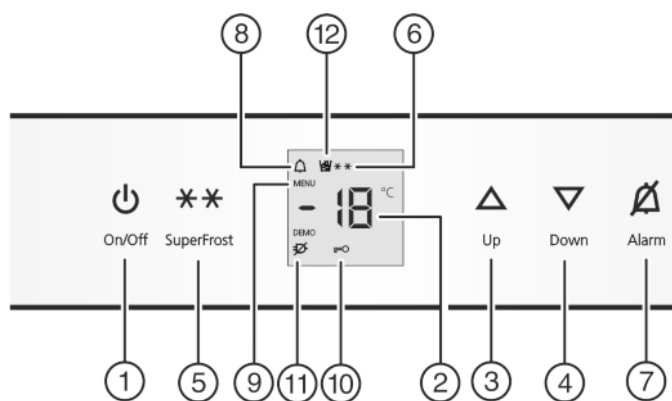

Fig. 2
- nospiediet pogu On/Off *Fig. 2 (1)*.
- Regulēšanas režīma ieslēgšana: Apmēram 5 sekundes turiet nospiestu pogu SuperFrost *Fig. 2 (5)*.
- ▷ Iedegas simbols Menu *Fig. 2 (9)*.
- Uz brīdi nospiediet pogu SuperFrost *Fig. 2 (5)*.
- Lai ieslēgtu aizslēgu pret bērnu piekļūšanu, īsi nospiediet pogu SuperFrost *Fig. 2 (5)*.
- ▷ Iedegas simbols Aizslēgs pret bērnu piekļūšanu *Fig. 2 (10)*.
- Lai izslēgtu aizslēgu pret bērnu piekļūšanu, īsi nospiediet pogu SuperFrost *Fig. 2 (5)*.
- ▷ Simbols Aizslēgs pret bērnu piekļūšanu *Fig. 2 (10)* nodziest.
- Regulēšanas režīma izslēgšana: nospiediet pogu On/Off *Fig. 2 (1)*.
- Nospiediet pogu Alarm *Fig. 2 (7)*.
Vienlaicīgi mirgo temperatūras indikators un Simbols Brīdinājums *Fig. 2 (8)*.
Skaņas brīdinājuma signāls automātiski apklust, Simbols Trauksme *Fig. 2 (8)* izdziest un temperatūras norāde pārstāj mirgot, ja temperatūra atkal ir pietiekoši zema.